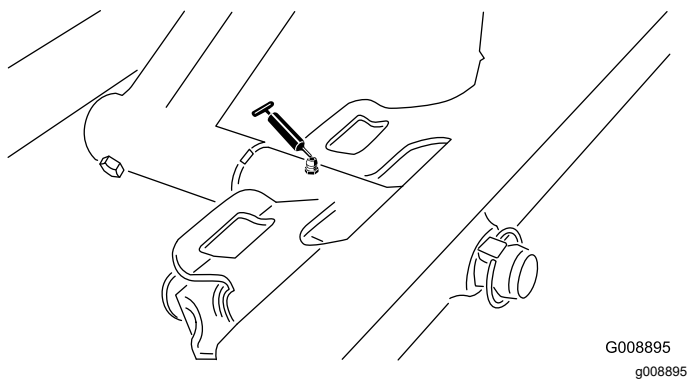

Figura 61
- Pivote de la unidad de corte delantera (Figura 61)